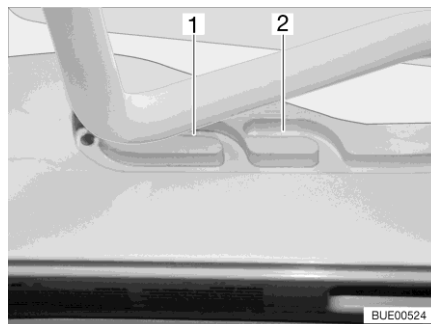

Bild 35 Führung (Lüftungsstellung)
Die Kipp-Dachhaube kann in zwei Lüftungsstellungen gebracht werden: Schlechtwetterstellung (Bild 35,1) und Mittelstellung (Bild 35,2).
- Den Bügel leicht nach oben drücken und in die gewählte Führung (Bild 35,1 oder 2) schieben.